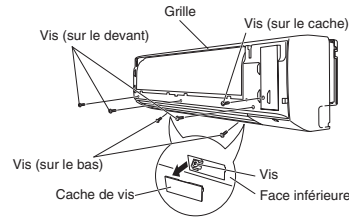

Fig. 3-83
- (3) Déposer les 3 vis sur le devant de l'unité et enlever les caches de vis sur la face inférieure. Ensuite, déposer les 2 vis. (Fig. 3-83)
- (4) Déposer la vis sur la plaque de cache du côté droit et enlever le cache. (Fig. 3-83)